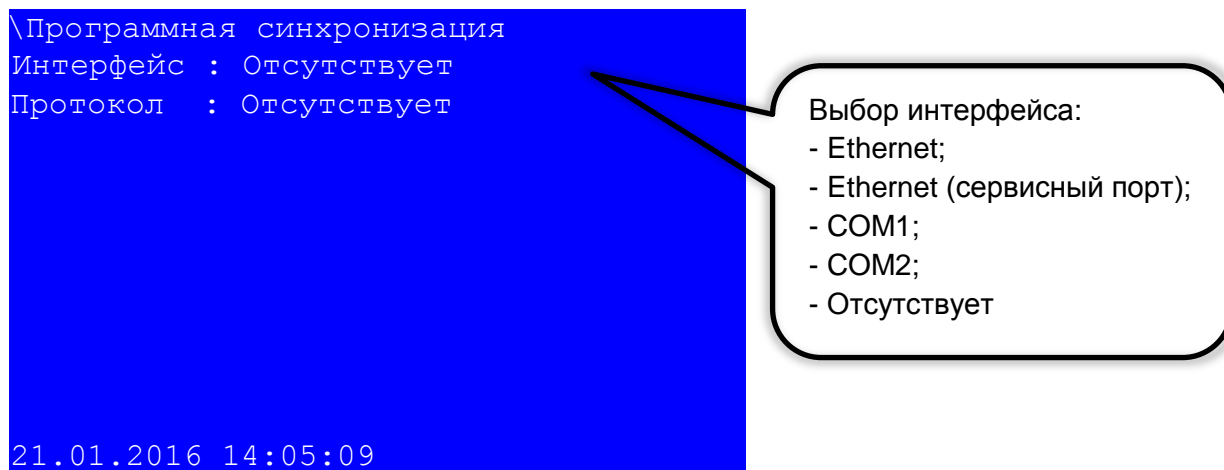

Рисунок 31 – Пункт **Программная синхронизация**
10.2 Выбрать интерфейс, по которому будет осуществляться синхронизация времени (см. рисунок 31). Возможные значения: Ethernet, Ethernet (сервисный порт), COM1, COM2, Отсутствует.